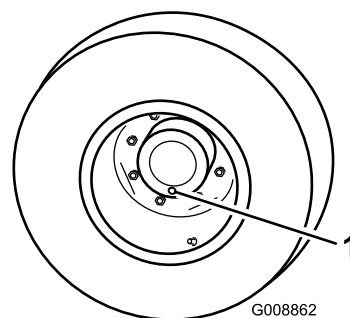

Figura 59
1. Con la macchina parcheggiata su una superficie piana, posizionate la ruota in modo che un tappo di controllo si trovi nella posizione inferiore (ore 6) (Figura 59).